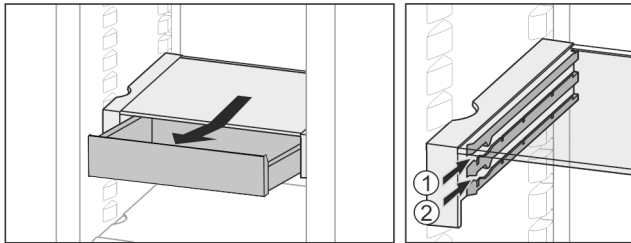

Fig. 32
- ▶ Inserire all'altezza desiderata Fig. 32 (1) o Fig. 32 (2).